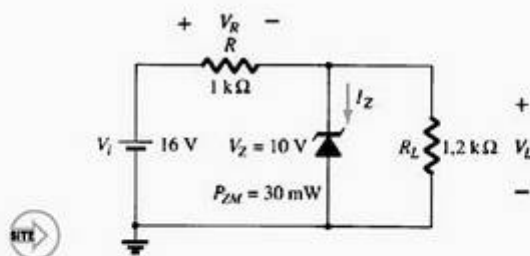

Figura 2.111 Regulador com diodo Zener para o Exemplo 2.26.
- (a) Para o circuito com diodo Zener da Figura 2.111, determine V_L , V_R , I_Z e P_Z .